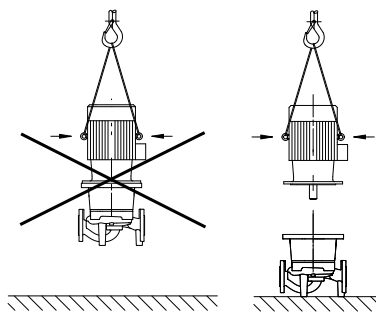

Fig. 20: Transport av motorn
- **Använd motorns lyftöglor endast för att lyfta motorns vikt, inte för hela pumpen (Fig. 20).**